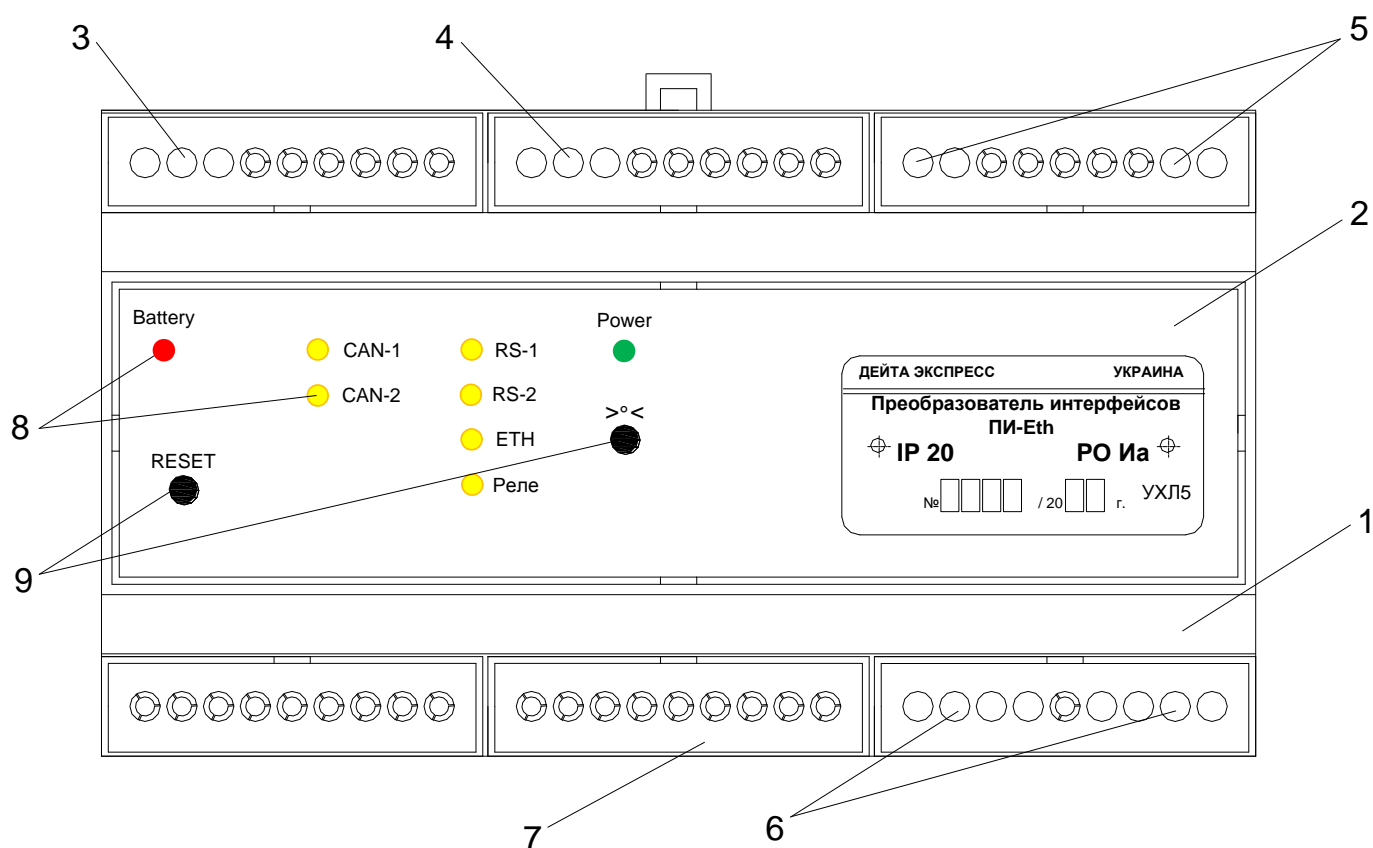

Рис. 3.2 – Преобразователь интерфейсов ПИ-Eth.
3.5 Электронная схема преобразователя ПИ-Eth-И состоящая из материнской платы и платы светодиодов расположена в преобразователе интерфейсов ПИ-Eth (рис. 3.2), который представляет собой устройство в пластиковом корпусе **1** для монтажа на 35 мм DIN-рейку. На верхней и нижней панелях преобразователя интерфейсов ПИ-Eth расположены клеммные блоки типа MKDS 1,5/2-5,08 с винтовыми разъемами для подключения интерфейсных кабелей CAN – **5**, RS-485/422 – **6** и кабеля питания – **3**. На нижней панели расположен разъем типа RJ-45 для подключения к сети Ethernet. Разъем **4** типа MKDS 1,5/2-5,08 – выход реле.